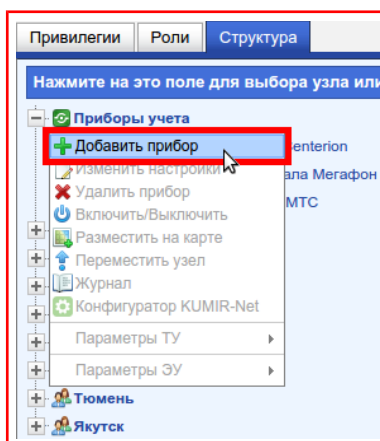

Рисунок 9.38 — Пункт «Добавить прибор»
- 2) В появившемся меню выбрать пункт **«Добавить прибор»**, рисунок 9.38;